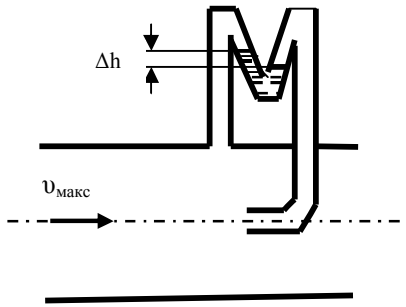

Рис. 8
9. В водопроводной трубе ($h=150 \text{ мм}$) установлена трубка Пито с дифференциальным ртутным манометром, показывающим разность уровней $\Delta h=20 \text{ мм}$ (рис. 8). Считая $v_{\text{ср}}=\beta v_{\text{max}}$, где β – коэффициент перехода, принятый $\beta=0,84$, определить расход воды, протекающей по трубе. Потерями напора пренебречь.